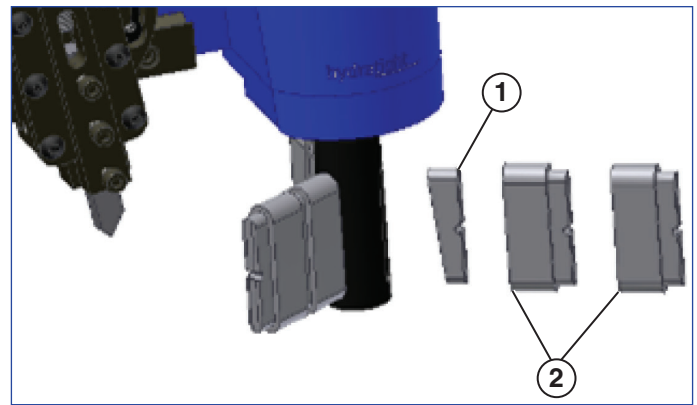

Figura 2
A montagem do mandril consiste em todas as partes usadas para fixar o "QuickFace" na peça de trabalho. Fixadores ajustáveis e extensores empilháveis de fixadores são usados para segurar o "QuickFace" em posição. Um anel tipo O é usado para prender os fixadores no mandril (ver Figura 2).
2. Coloque os fixadores e os extensores de fixadores (caso necessário) dentro da ranhura no eixo do mandril. Certifique-se de que a superfície angular do eixo de expansão corresponda à superfície angular dos fixadores (ver Figura 2 para orientação adequada do fixador).